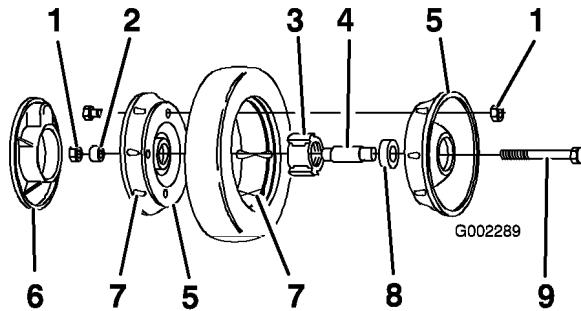

Figura 28
3. Retire el perno, el suplemento de la rueda y la contratuerca que monta la rueda al brazo de pivote (Figura 28).
4. Separe las mitades de la rueda del neumático retirando los 4 tornillos de caperuza y las 4 contratuercas (Figura 28).
Nota: Si retira los cojinetes del conjunto de cojinete/buje, retírelos apretando sobre el suplemento del cojinete (Figura 28).
1. Coloque el neumático en una mitad de rueda, alineando las orejetas en cada pieza (Figura 28).
2. Coloque el conjunto cojinete/buje en el hueco central de la mitad de la rueda. Asegúrese de que las patas del buje están posicionadas sobre la brida del hueco (Figura 28).
3. Coloque la otra mitad de la rueda sobre el conjunto cojinete/buje, alineando las orejetas de la rueda y del neumático y los taladros de montaje (Figura 28).
4. Usando 2 tornillos o pernos de rosca completa (1/4-20 x 1,50 pulgadas) y tuercas no de freno, conecte sin apretar las dos mitades de la rueda. Monte los tornillos o pernos en taladros opuestos (Figura 28).
5. Compruebe la alineación de todas las piezas y apriete los tornillos, alternando de uno a otro para que el encaje sea uniforme, hasta que las mitades de la rueda estén juntas (Figura 28).
- tornillos o pernos largos y sustitúyalos por 2 pernos y 2 contratuerca (Figura 28).
- Instale la rueda en el brazo de pivote con los pernos, un suplemento y una contratuerca. Asegúrese de que el suplemento está colocado entre el buje de la rueda y el brazo de pivote (Figura 28).